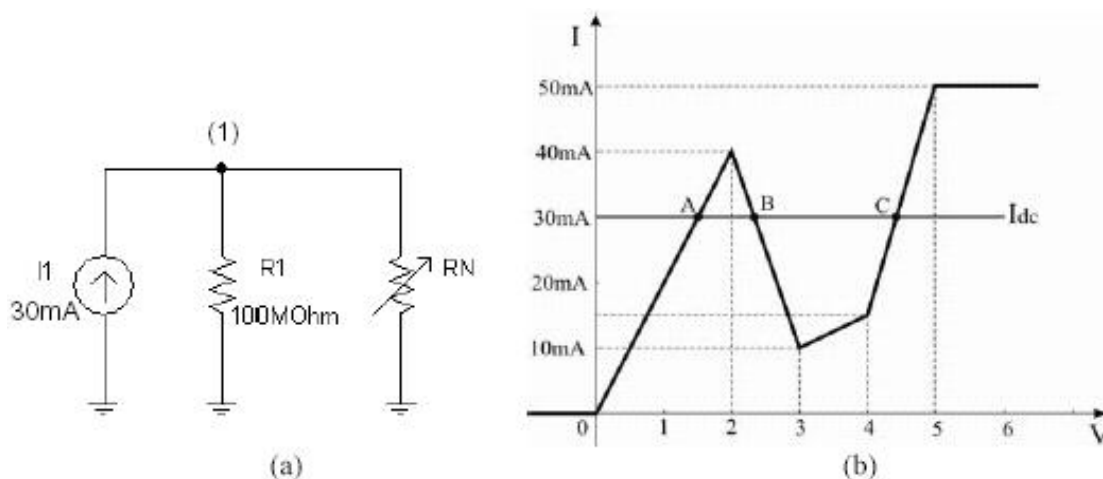

Figura 1
1) Editați în PSPICE circuitul din Figura 1(a), ce constă dintr-o sursă de curent continuu $I_1=30\text{mA}$ și un rezistor neliniar RN. Rezistorul neliniar RN are caracteristica I-V reprezentată în Figura 1(b) și se va modela cu o sursă de curent comandată de tensiunea de la propriile terminale. Explicați necesitatea prezenței rezistorului $R_1=100\text{M}\Omega$ în vederea simulării circuitului.
2) Circuitul din Figura 1(a) are 3 puncte statice de funcționare aflate la intersecțiile dintre caracteristica I-V a rezistorului neliniar și dreapta orizontală $I_{dc}=30\text{mA}$ (punctele A, B și C). Determinați prin simulare punctul de funcționare al circuitului (tensiunea $V(1)$). Punctul de funcționare este tipărit în fișierul de ieșire. Care din cele trei puncte a fost determinat de către simulator?
Punctul din Figura 1(b) corespunzător soluției